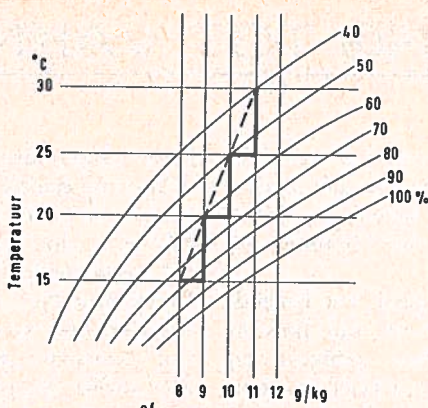

FIG. 5
In het algemeen verloopt de overgang van het ene stadium naar het andere niet zo trapsgewijze als door de dik getrokken lijn in fig. 5 is aangegeven, maar zal meer de gestippelde lijnen nabij komen.
Indien de 3 hulprelais worden toegevoegd aan B4 (1) en X (2) kan met dezelfde schakeling een contactenpyramide volgens de binaire code worden verkregen (zie fig. 5). Deze pyramide wordt gevormd door de relais B1, B2, B4, B8 en X.